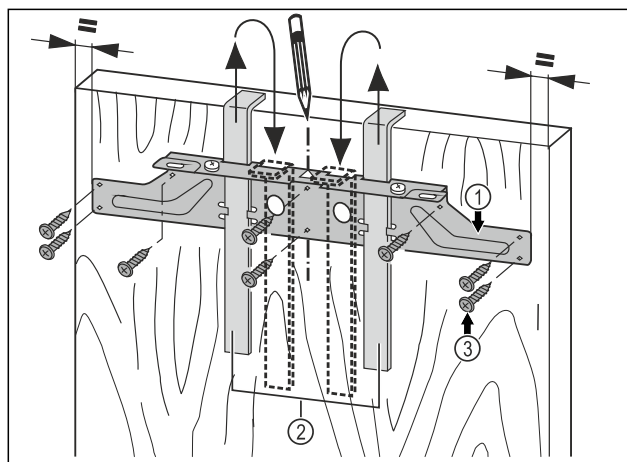

Fig. 45
- Agganciare la traversa di fissaggio Fig. 45 (1) con gli ausili di montaggio Fig. 45 (2) al lato interno della porta del mobile.
- Allineare la traversa di fissaggio Fig. 45 (1) centralmente sulla porta.
- Avvitare la traversa di fissaggio Fig. 45 (1) con almeno 6 viti Fig. 45 (3).
- Avvitare la traversa di fissaggio Fig. 45 (1) con 4 viti Fig. 45 (3) sul bordo.
- Estrarre verso l'alto gli ausili di montaggio Fig. 45 (2) e inserirli ruotati nelle aperture di supporto adiacenti.